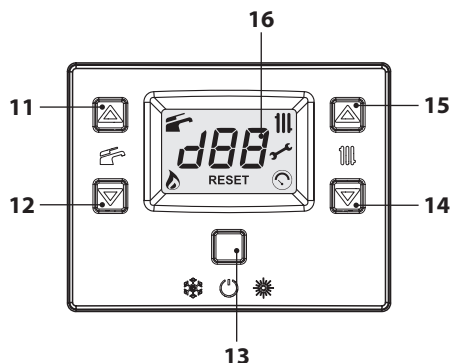
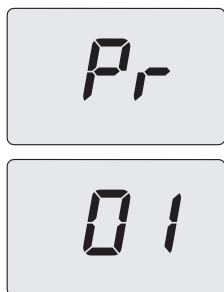

Figura 9.15
Figura 9.16
- Entrare in "modalità programmazione" premendo contemporaneamente per 10 secondi i tasti 13-14-15 (Figura 9.15) fino a far apparire sul display LCD le lettere **Pr** che si alternano al numero del parametro **01**, indicanti l'entrata nel "parametro 01" (Figura 9.16).
- Premendo il tasto 13 (Figura 9.15) si ottiene la conferma del valore inserito. Sul display appare per 3 sec. la scritta "Ok" (Figura 9.17), per poi visualizzare la lista dei parametri.
- Per uscire, premere il tasto 13 (Figura 9.15) e togliere alimentazione elettrica.
- Premendo il tasto 13 (Figura 9.15) si ottiene la conferma del valore inserito.
- Premere il tasto 15 (Figura 9.15) per passare al parametro **Pr 02** e visualizzare il relativo valore impostato:
- Per variare il valore premere il tasto 11 o 12 e confermare il valore del parametro con il tasto 13 (Figura 9.15). Sul display appare per 3 sec. la scritta "Ok".
- Per uscire senza confermare il valore modificato premere il tasto 15 o 14 (Figura 9.15).
- Per variare il valore premere il tasto 11 o 12 (Figura 9.15) e confermare il valore del parametro con il tasto 13 (Figura 9.15). Sul display appare per 3 sec. la scritta "**Ok**".
- Premendo per 10 secondi il tasto 13 (Figura 9.15) si esce dalla "modalità programmazione".